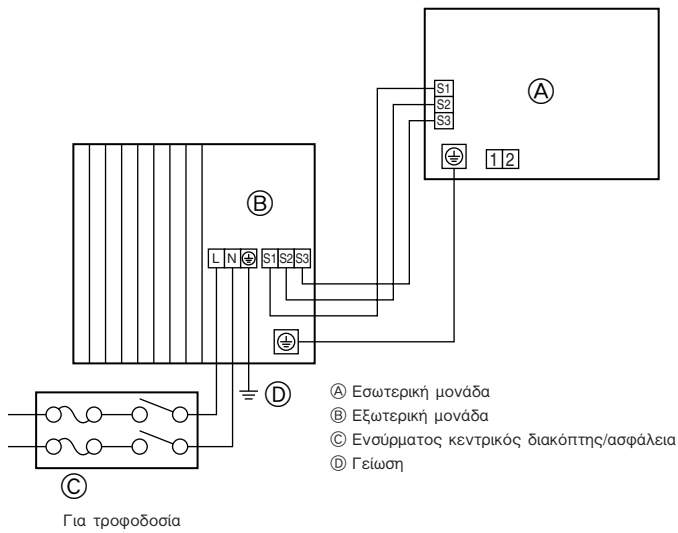
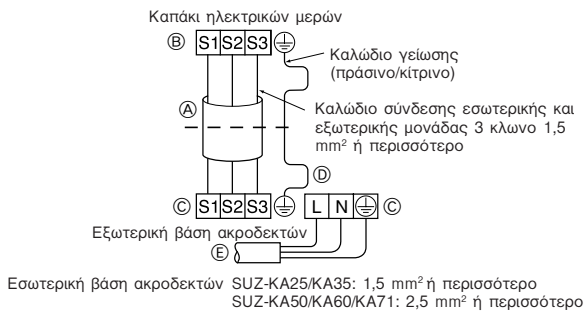
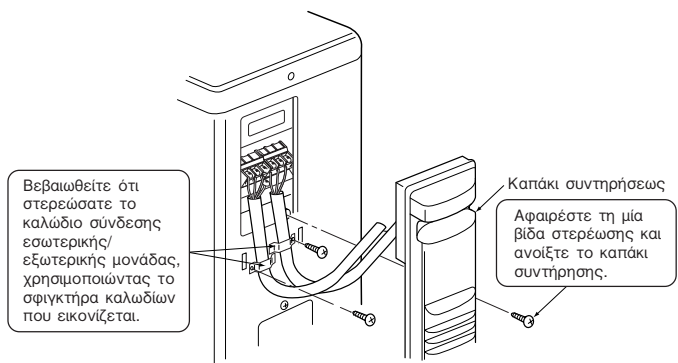
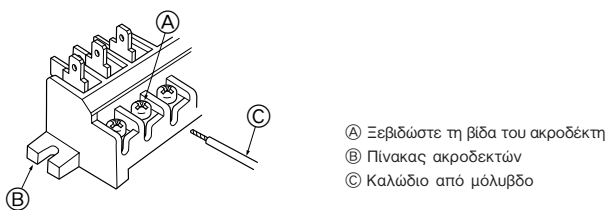

Fig. 6-1
Fig. 6-2
Fig. 6-3
Fig. 6-4
6.1. Εξωτερική μονάδα (Fig. 6-1, Fig. 6-2, Fig. 6-3, Fig. 6-4)
- ① Βγάλτε το καπάκι συντήρησης.
- ② Συνδέστε τα καλώδια σύμφωνα με τις Fig. 6-1, Fig. 6-2, Fig. 6-3 και Fig. 6-4.
- Εκτελέστε την καλωδίωση, όπως φαίνεται στο διάγραμμα κάτω αριστερά. (Προμηθευτείτε το καλώδιο επί τόπου) (Fig. 6-2)
- Προσέξτε να μην κάνετε κακή σύνδεση των καλωδίων. (Fig. 6-4)